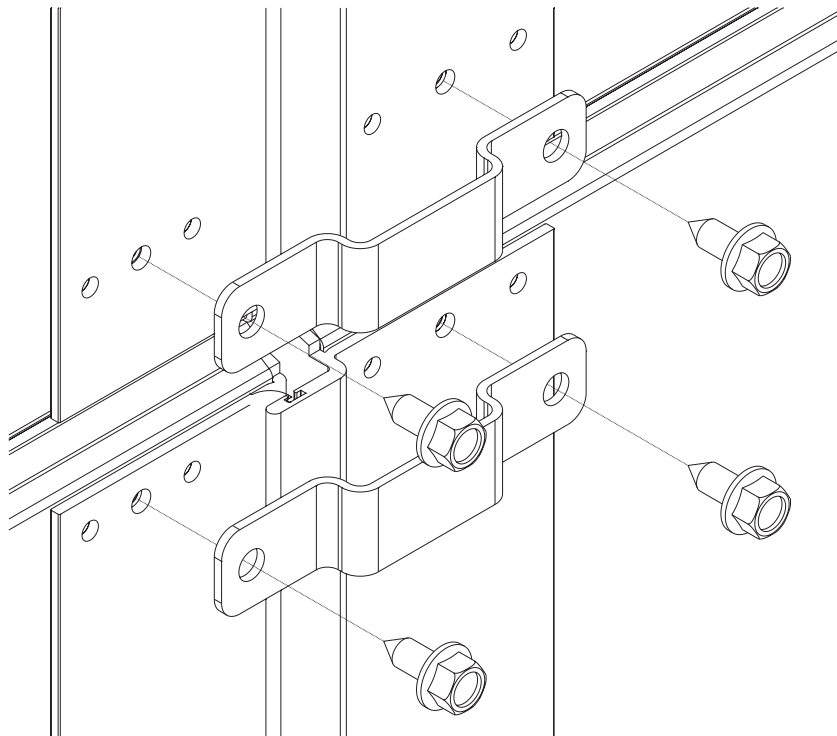

Рис.34
- вывернуть самонарезающие винты и снять транспортные скобы (рис. 34);